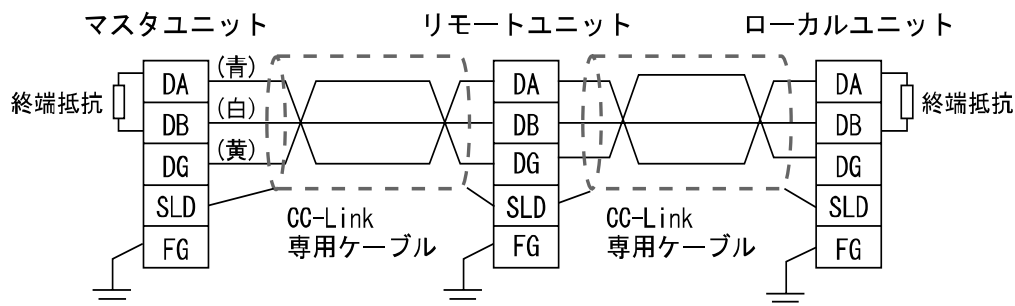

図 2
(2) CC-Link システムの両端のユニットには、必ず "DA" - "DB" 間に終端抵抗を接続してください。(図 2 参照)